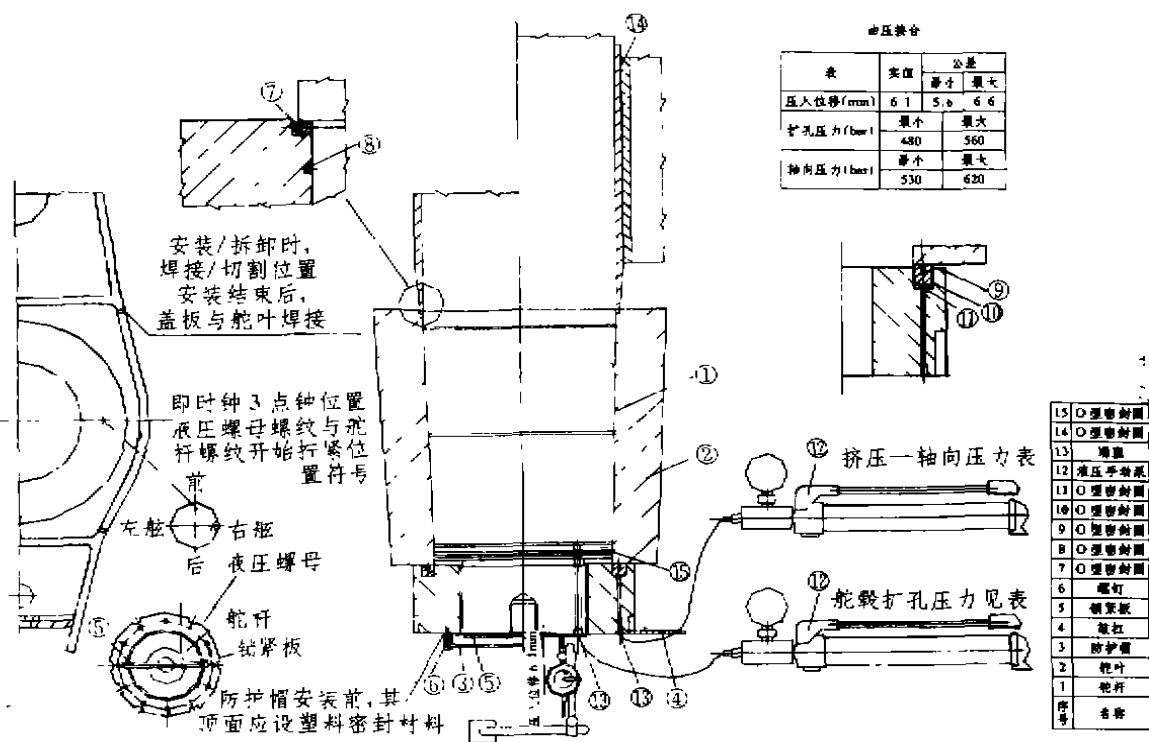

图3 舵叶安装示意图
9. 如图3所示,检查液压螺母和舵叶衬套间的“O”型密封圈,第一次安装时供应商提供液压螺母和液压环塞以及“O”型密封圈。
16. 再提高液压螺母里的液压,达到图3所示压力的10%。
27. 参照图3将锁紧板焊到螺母上。